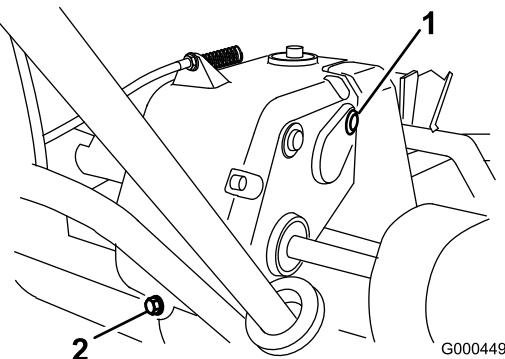

Figura 30
2. Retire el tapón de verificación/llenado del lado derecho de la transmisión (Figura 30).